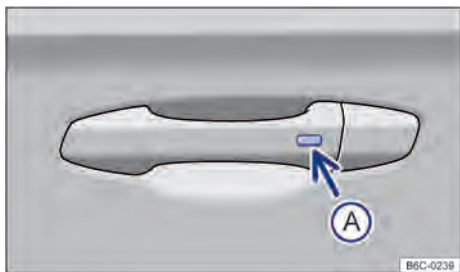

Fig. 50 En la manilla interior de la puerta: tecla para bloquear o desbloquear.
- 1 Presionar la tecla → fig. 50 (A) en el exterior de la manilla interior de la puerta.
- 2 Presionar la tecla → fig. 50 (A) en el exterior de la manilla interior de la puerta.
- Dentro de 5 segundos, presione la tecla en el exterior de la manilla interior de la puerta → fig. 50 (A). Así, no sujetar la manilla de la puerta. El sistema de cierre y arranque sin llave "Keyless Access" está temporalmente desactivado.